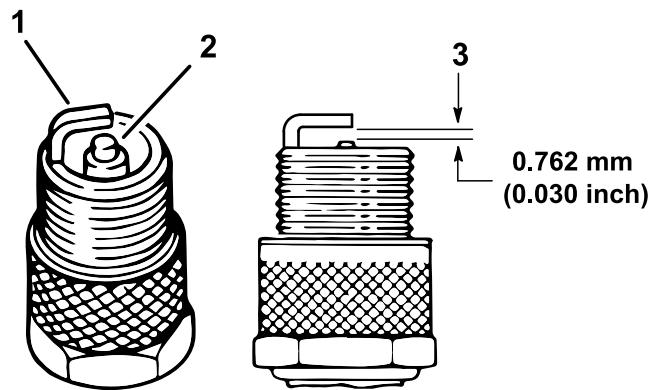

Figura 46
- Compruebe el estado del electrodo lateral, el electrodo central y el aislamiento del electrodo central para verificar que no están dañados (Figura 46).
- Ajuste la distancia entre los electrodos central y lateral a 0,762 mm, tal y como se muestra en la Figura 46.